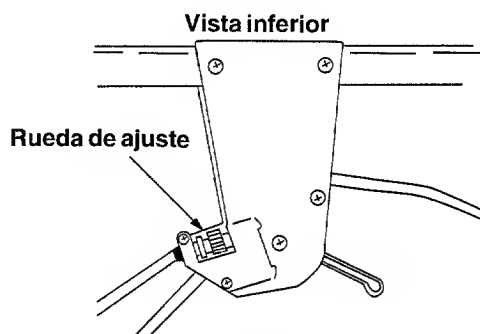

Figura 25
- Gire la rueda de ajuste en el sentido de las agujas del reloj para ajustar el cable. Vea la Figura 25.
- Gire la rueda de ajuste en sentido contrario a las agujas del reloj para aflojar el cable. Vea la Figura 25.